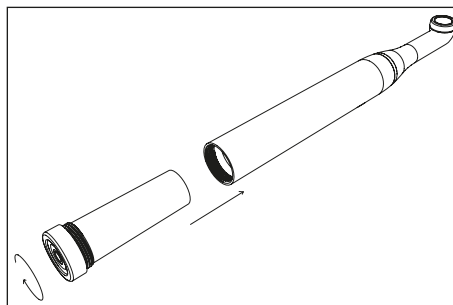

Figura 7 – Inserimento Modulo Batteria
3. Inserire il modulo batteria nel manipolo avvitandolo come mostrato in Figura 7 a pagina 10.
Per sostituire la batteria guasta è necessario svitare la ghiera del modulo batteria, rimuoverlo e sostituirlo con uno nuovo (Figura 7 a pagina 10).